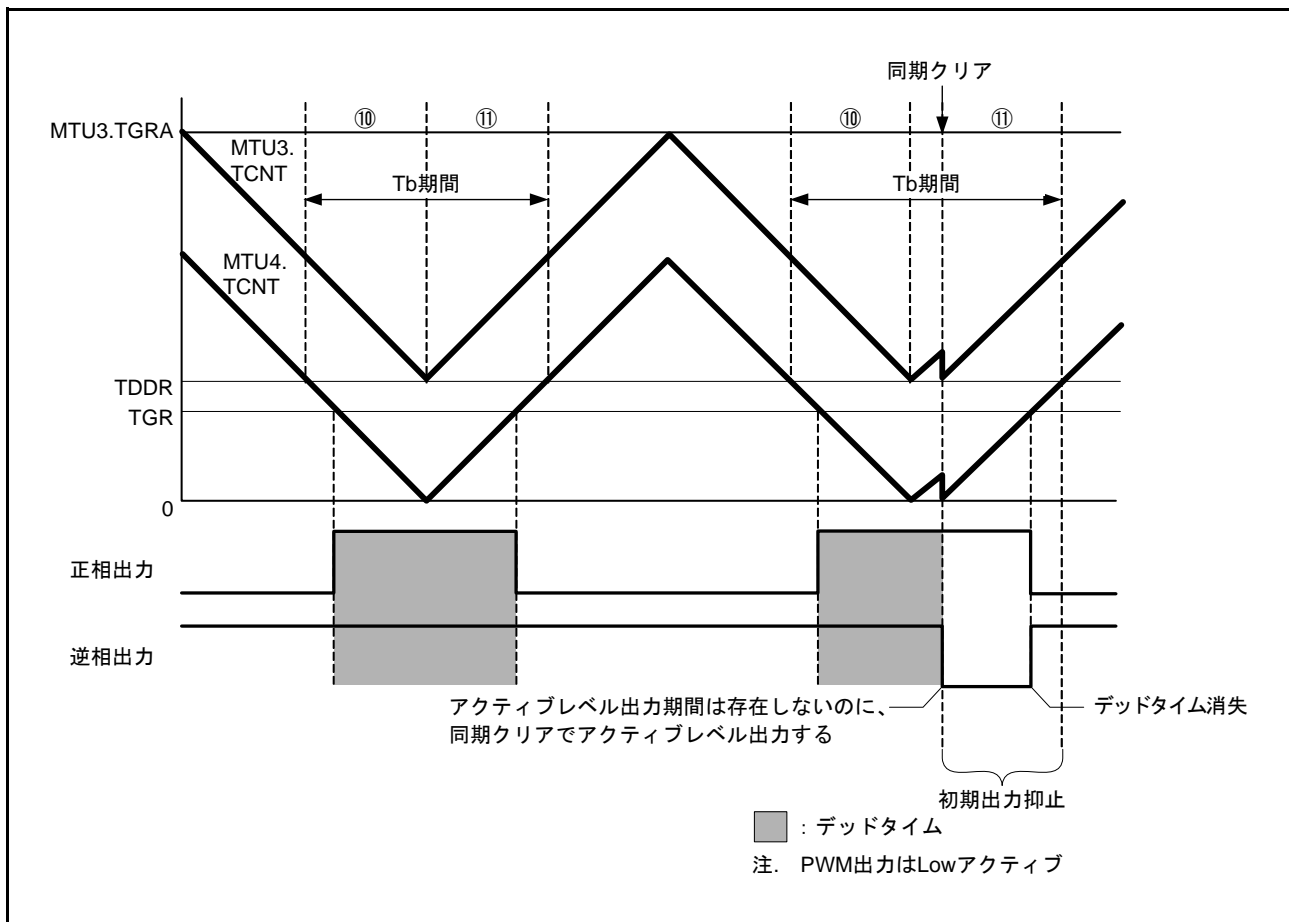

図 21.123 同期クリア例 (条件 2 の場合)
条件 2 : 初期出力の抑止期間⑩、⑪にて、 $MTU3.TGRB \leq TDDR$ 、 $MTU4.TGRA \leq TDDR$ 、 $MTU4.TGRB \leq TDDR$ のいずれかが成立する状態で、同期クリアした場合 (図 21.123 参照)。